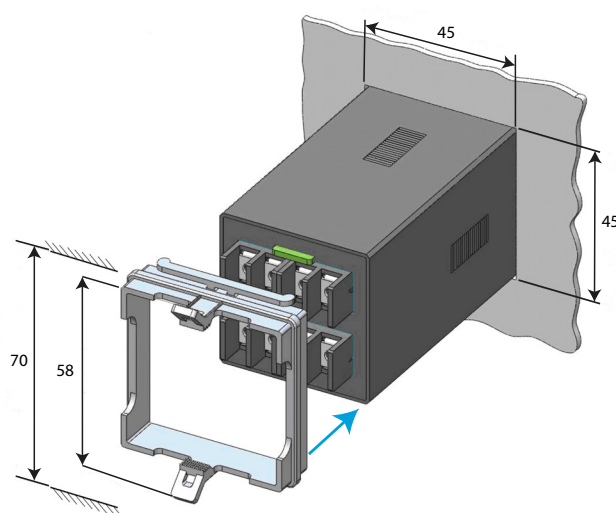

Figura 2: Instalación en panel.
2.- Quitar el marco de fijación del equipo (**Figura 2**).